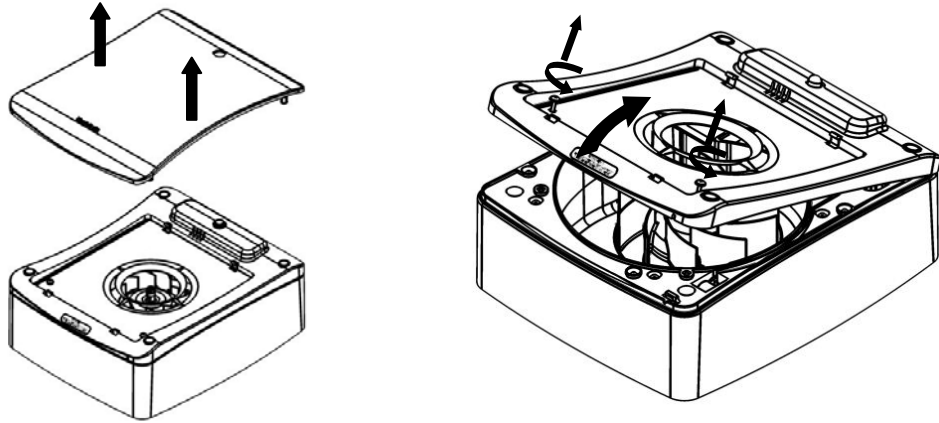
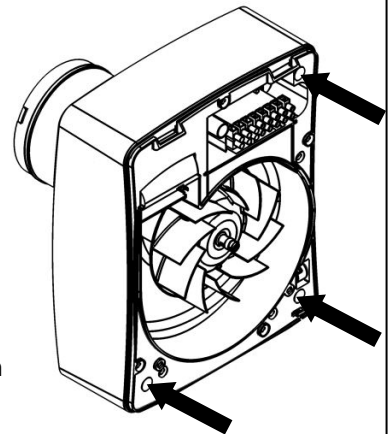

Fig.2.
Fig.4.
3. Haal de flens van het insteekende uit de doos en plaats deze over de insteekende adapter. Zorg ervoor dat het lipje van de flens goed vastzit in de gleuf op de adapter (fig. 2). Zorg dat de insteek adapter goed vast zit op de basisbehuizing en dat de klep nog steeds goed vast zit en correct functioneert.
3. Haal de flens van het insteekende uit de doos en plaats deze over de insteekende adapter. Zorg ervoor dat het lipje van de flens goed vastzit in de gleuf op de adapter (fig. 2). Het insteekende kan naar de zijkant worden verplaatst voor een installatie met zijuitgang. Verwijder hiervoor de schroef en schuif het insteekende weg van de achterkant van de basisbehuizing. Houd hierbij geleiderails goed in het oog (fig. 4). Het insteekende kan naar de zijkant worden gedraaid met behulp van dezelfde geleiderails en bevestigingsschroef (fig. 4). Zorg dat de insteek adapter in de correcte richting goed vast zit op de basisbehuizing en dat de klep nog goed vast zit en correct functioneert.
6. Haal de flens van het insteekteinde uit de doos en plaats deze over de insteekteinde adapter. Zorg ervoor dat het lipje van de flens goed vastzit in de gleuf op de adapter (fig. 2). Zorg dat de insteek adapter goed vast zit op de basisbehuizing en dat de klep nog steeds goed vast zit en correct functioneert.